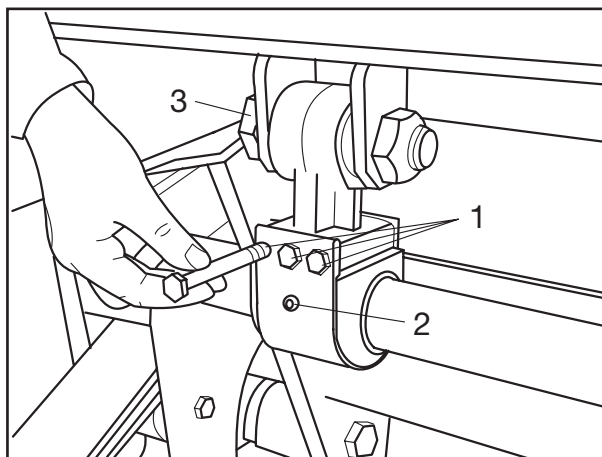

Рис. 9
- [15] Вставить болты (рис. 9/1) крепежного хомута, навернуть новые стопорные гайки и затянуть их предписанным моментом затяжки в 53 Нм.
- [16] Смазать крепление через смазочный ниппель (рис. 9/2) специальной долговременной смазкой BPW ECO-Li 91.
- [17] Затянуть стопорные гайки болтов с шестигранной головкой (рис. 9/3 и 5/1) предписанным моментом затяжки от 700 - 750 Нм.